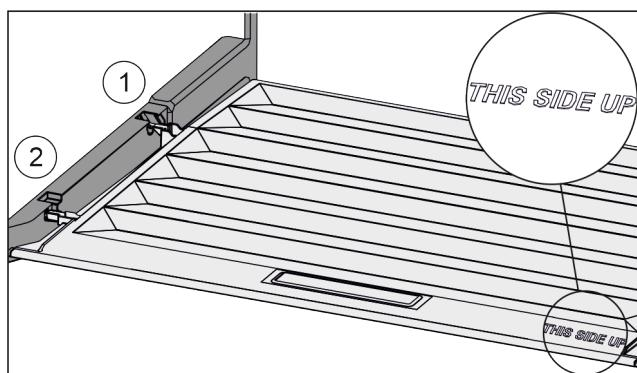

Fig. 104
- ▶ Вставить поперечные ребра крышки через отверстие заднего держателя Fig. 104 (1) и защелкнуть спереди в держателе Fig. 104 (2).